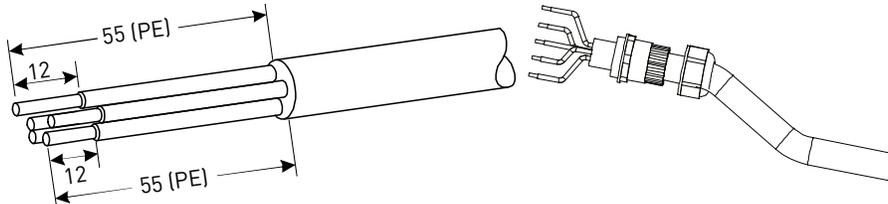

Figura 4-7: Diagrama esquemático do cabo de saída CA
Passo 2: Remova a camada de isolamento de um comprimento adequado de acordo com a Figura 4-7, depois insira o cabo de saída CA através do prensa-cabo PG impermeável.